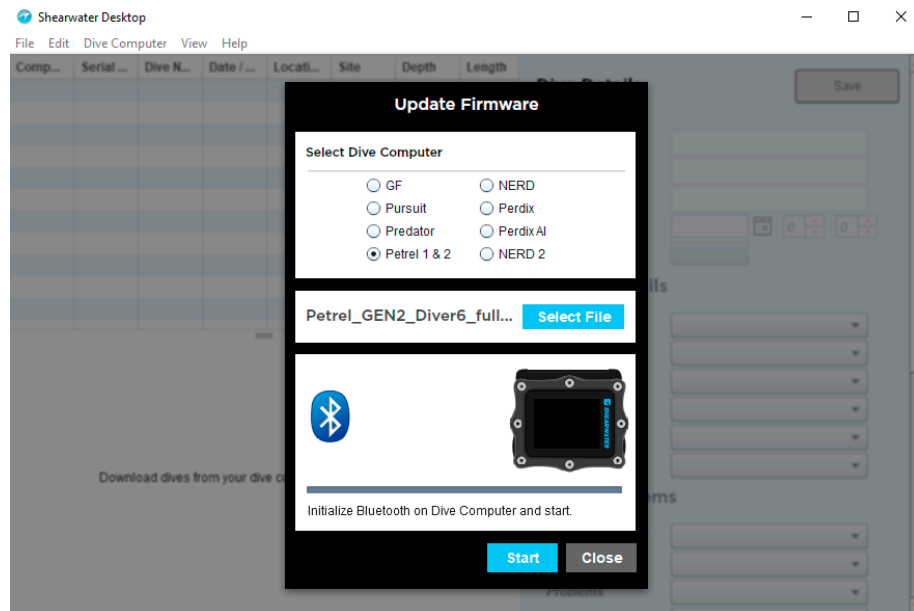

Figura 79 Pantalla de actualización de la esquila
2. Simplemente haga doble clic en el archivo de firmware y el software Shearwater® Desktop se ejecutará automáticamente y le presentará la pantalla "Actualizar firmware"Figura 79